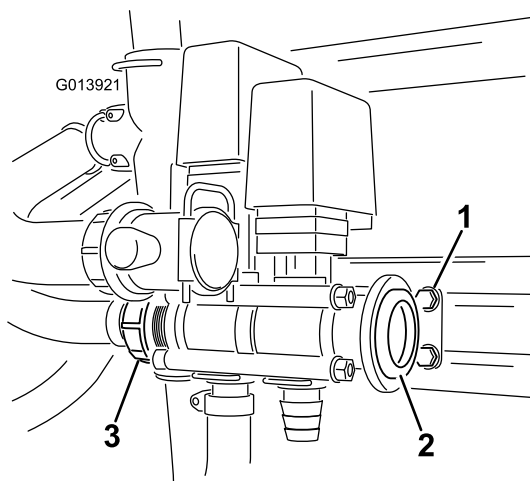

Figura 7
16. Serrate i bulloni un po' per volta seguendo uno schema incrociato per garantire che l'O-ring venga fissato correttamente evitando perdite. Accertatevi che la staffa sia liberamente regolabile man mano che vengono accoppiate le valvole (Figura 7). La coppia di serraggio massima è di 271-339 N-cm.
19. Inserite la rondella nel riduttore e posizionate la fascetta stringitubo allentata sul corpo del riduttore (Figura 7).